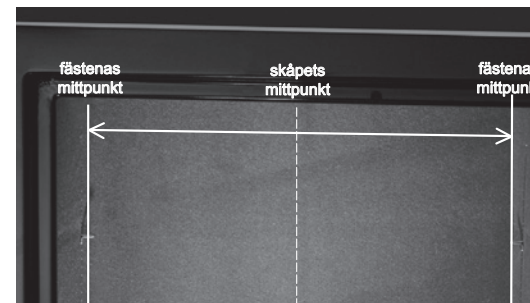

Bild 4. Mät noga upp avståndet mellan mittpunkterna för reglarna.
- 3) Märk upp mittlinjen inne i skåpet. Mät upp halva avståndet mellan reglarnas mittlinjer. Märk upp samma avstånd inne i skåpet så att du får reglarnas mittlinjer inne i skåpet (Bild 4).
- 4) Borra ett hål 5,08 från överdelen av skåpet i linjen för en av reglarna (Bild 4). Använd en märkpenna för att märka ut borrhålen. Använd en skarp kniv för att skära upp ett X-format hål på 5,08 x 5,08 cm vid märkningarna.